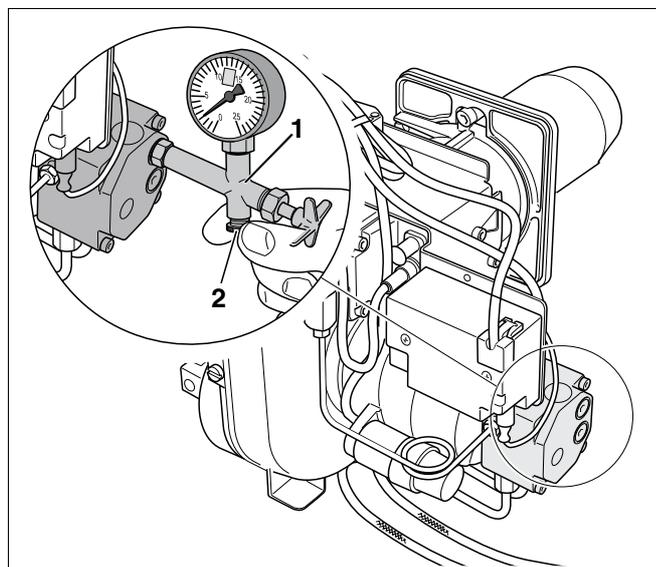

Рис. 6 Удаление воздуха из топливопровода
- Установить манометр для измерения давления топлива (рис. 6, поз. 1) на топливный насос.
- Удалить воздух из системы через манометр для измерения давления топлива (рис. 6, поз. 1).
- Закрыть отверстие для выпуска воздуха (рис. 6, поз. 2), только когда из манометра (рис. 6, поз. 1) не будет выходить воздух.